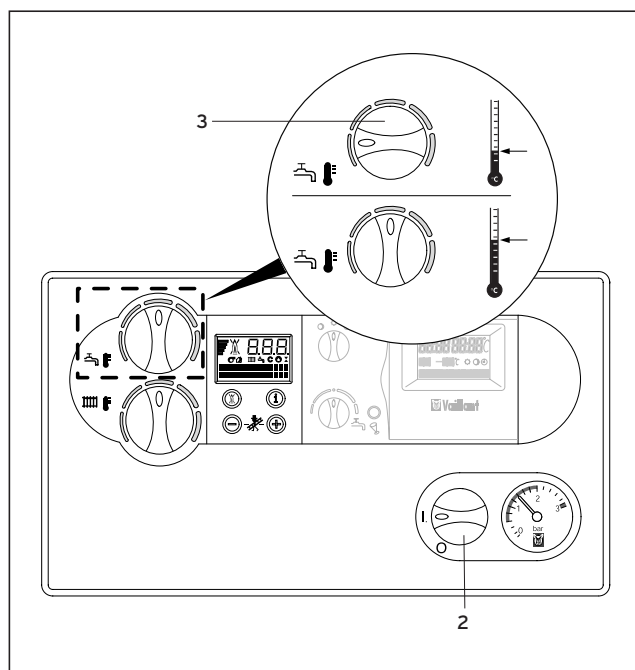

Abb. 3.5 Warmwasserbereitung
3.3 Warmwasserbereitung (Abb. 3.5)